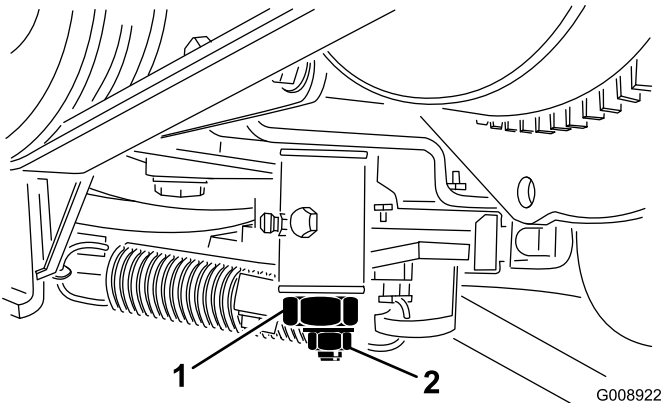

Figura 56
3. Serrate il dado di bloccaggio sulla camma di regolazione della trazione. (Figura 56).